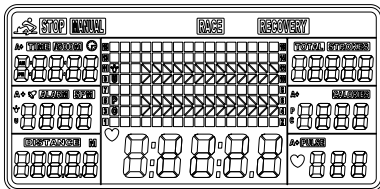

Fig. 1
1. Instale 2 pilas AA (incluidas) y el medidor emitirá un pitido durante 2 segundos (Fig. 1).